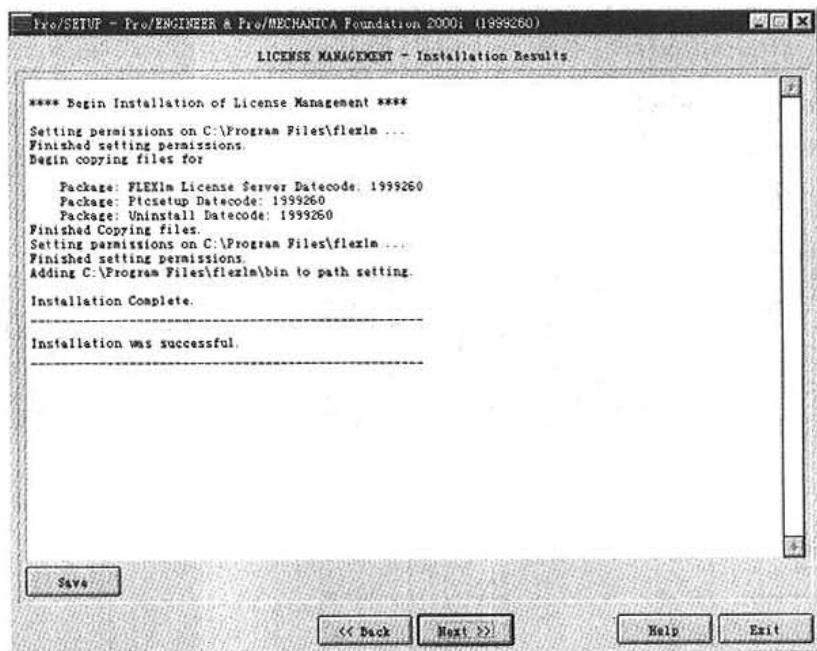

图 1-14 安装结果对话框
(9) 单击 Install 按钮, 开始许可管理器的安装。系统显示安装进度并提示遵循一定的步骤。当安装完成后, 将显示如图 1-14 所示的对话框。至此, 许可管理器安装完毕。
- (1) 在图 1-14 中单击 Next 按钮，将显示如图 1-15 所示的提示窗口。